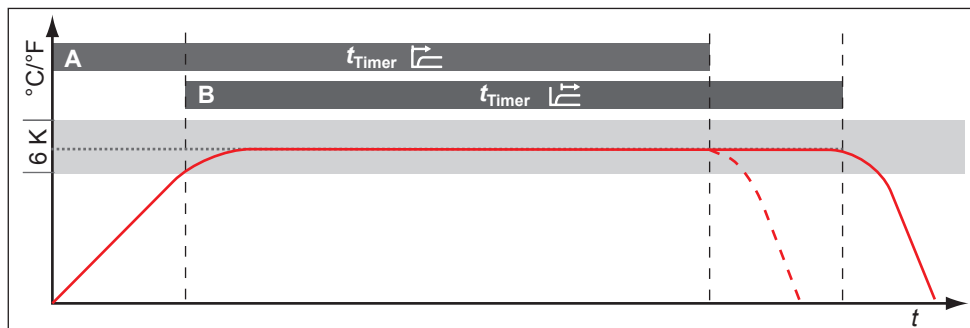

Fig. 29 Timer Mode
Her kan det indstilles, om det digitale nedtællingsur med måltidsangivelse (timer, se side 30) skal arbejde ud fra en nominal værdi – dvs. om timerkørselstiden først skal begynde, når et toleranceområde på ± 3 K i forhold til den nominelle temperatur er nået (Fig. 29, B) – eller allerede umiddelbart efter aktivering af timeren (A).